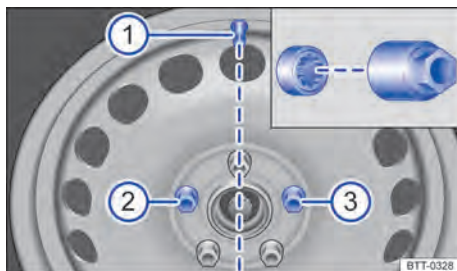

Fig. 165 Troca de roda: válvula do pneu ① e posições de montagem do parafuso de roda antifurto ② ou ③.
Antes de colocar a calota integral, o parafuso de roda antifurto deve ser aparafusado na posição ⇒ Fig. 165 ② ou ③. Do contrário, a calota integral não pode ser montada.
A calota integral da roda deve ser pressionada sobre o aro de tal modo que o recorte da válvula se posicione sobre a válvula do pneu ⇒ Fig. 165 ①. Ao colocar a calota integral, atentar para que se encaixe com segurança em toda a circunferência.
O parafuso de roda antifurto deve estar aparafusado em uma roda com calota integral na posição ⇒ Fig. 165 ② ou ③ em relação à posição da válvula do pneu ①. Do contrário, a calota integral não pode ser montada.
- Aparafusar o parafuso de roda antifurto com o adaptador na posição ⇒ Fig. 165 ② ou ③ no sentido horário e apertar levemente.